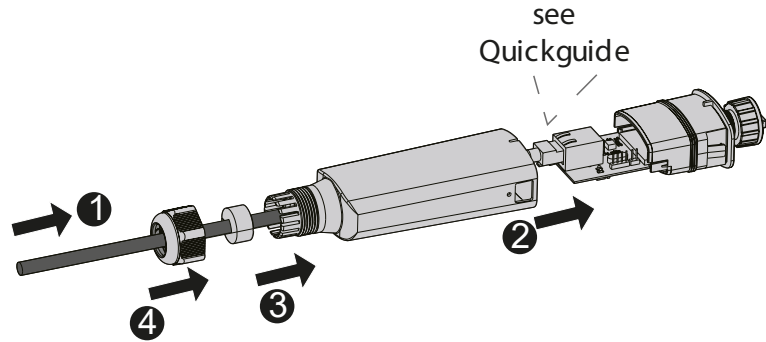

Abb. 30. LAN-Kabel durch das Gehäuse führen und LAN-Stecker anschließen
3. Führen Sie das LAN-Kabel durch das Gehäuse der Kommunikationseinheit und stecken Sie es in die RJ-45 Buchse des LAN-Anschlusses der Platine (siehe Abb. 30).